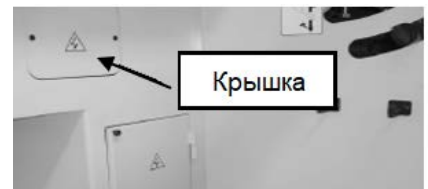

Рис. 19-2
5. Откройте крышки под каждой из сторон стола и ослабьте крепежные болты (Рис. 19-2).